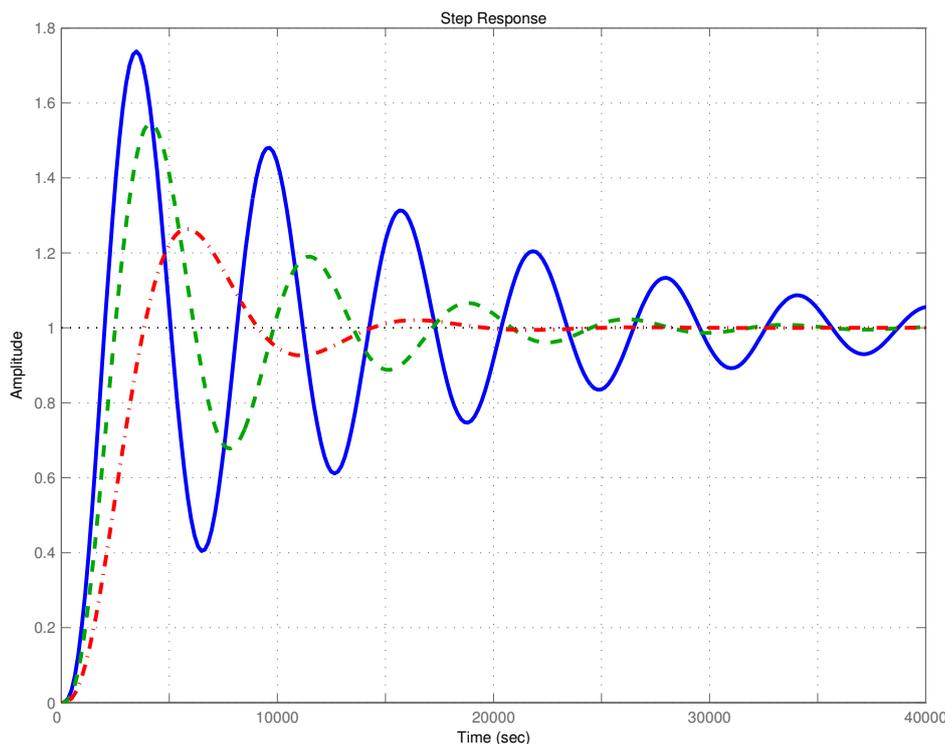

FIGURE 1.8 – Réponses indicielles de l'asservissement avec correction intégrale pour $K = 10^{-3}$, $K = 2.10^{-3}$ et $K = 3.10^{-3}$
12. Commenter les résultats de la figure 1.8.